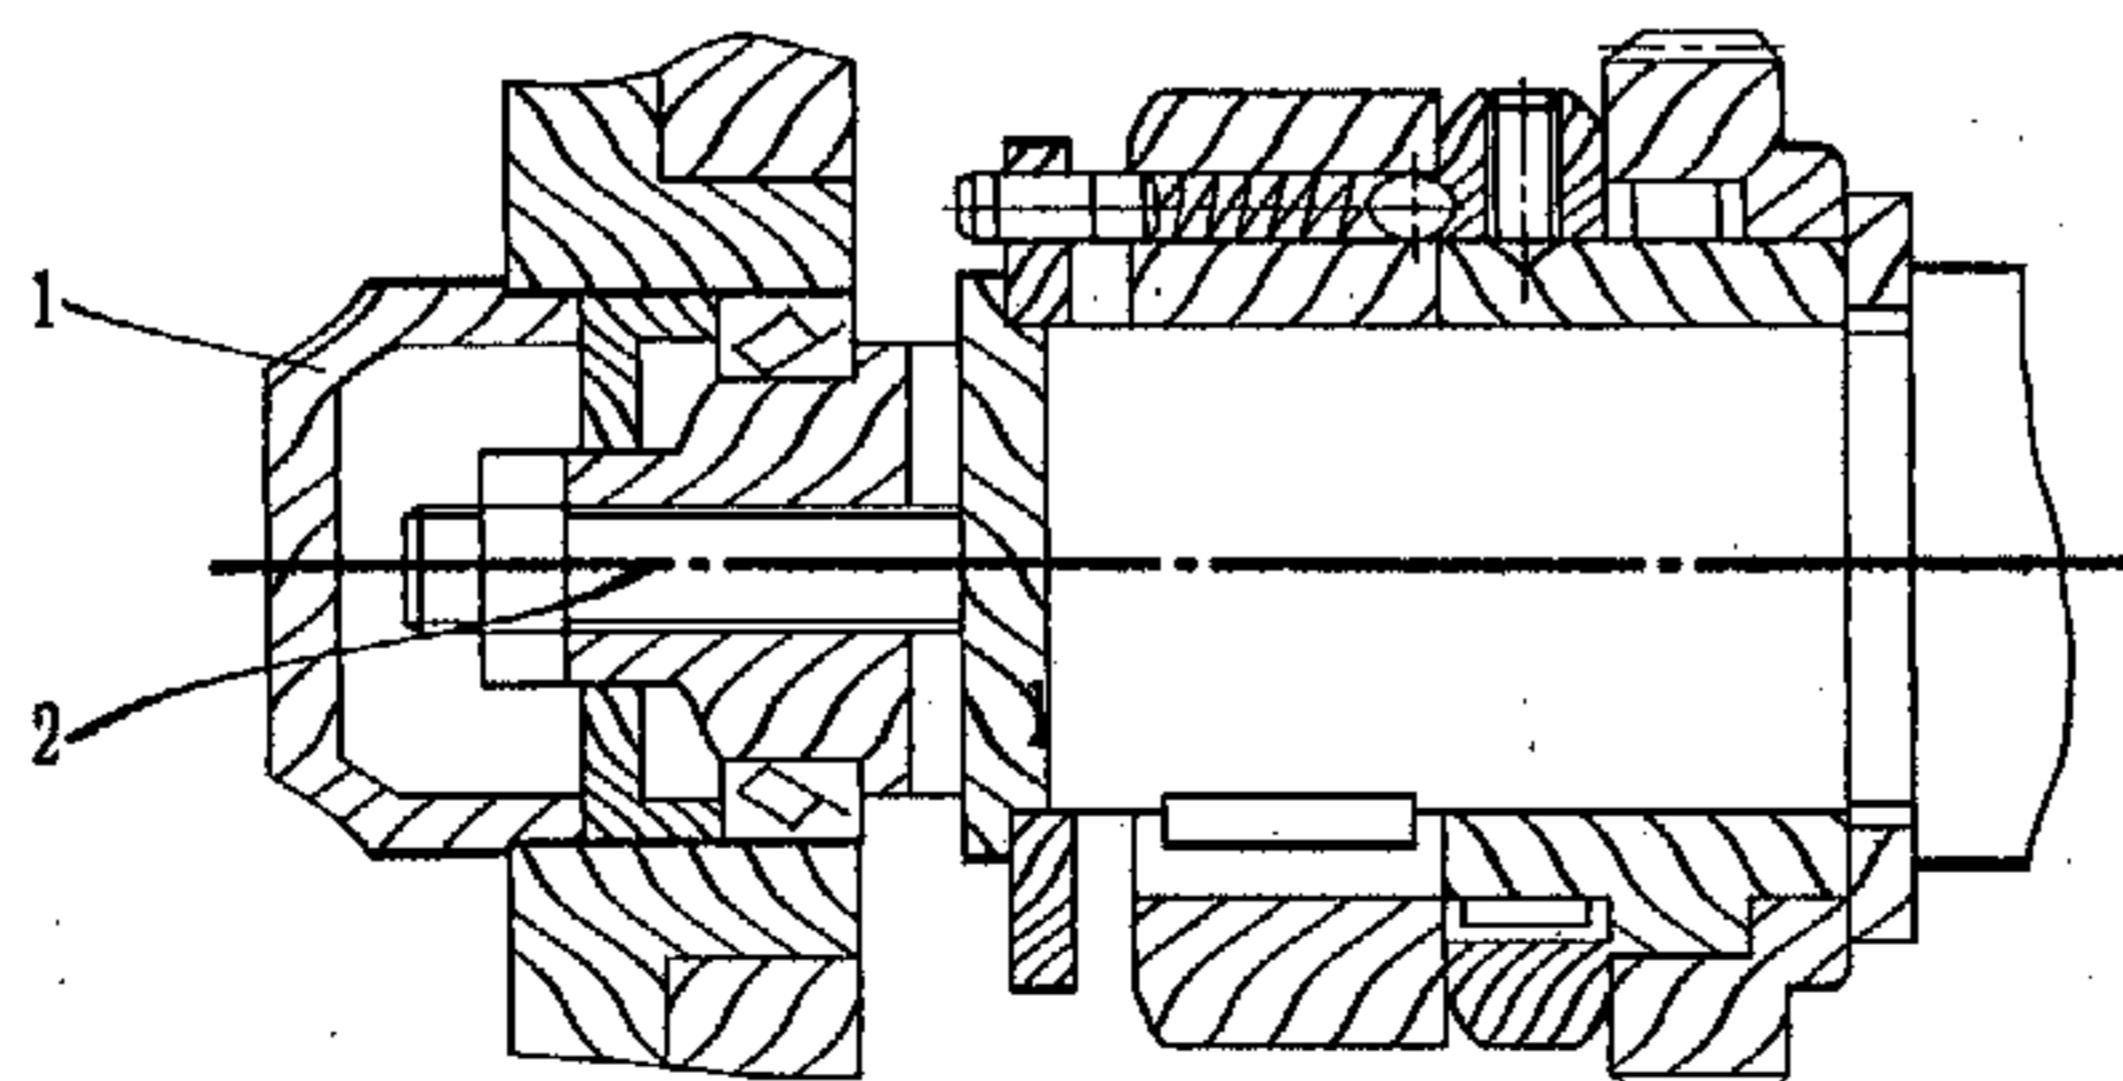

Рис. 11-8 Схема регулировки предохранительной муфты
Если режущее усилие постоянно ниже максимально разрешённого режущего усилия станка, то предохранительную муфту следует отрегулировать с помощью винта (2). Перед регулировкой убедитесь в том, что вы сняли крышку (1). Смотрите Рис. 11-8. Страйтесь не перетянуть муфту. Чрезмерно натянутая муфта утрачивает свою защитную функцию и причиняет повреждения деталям станка.